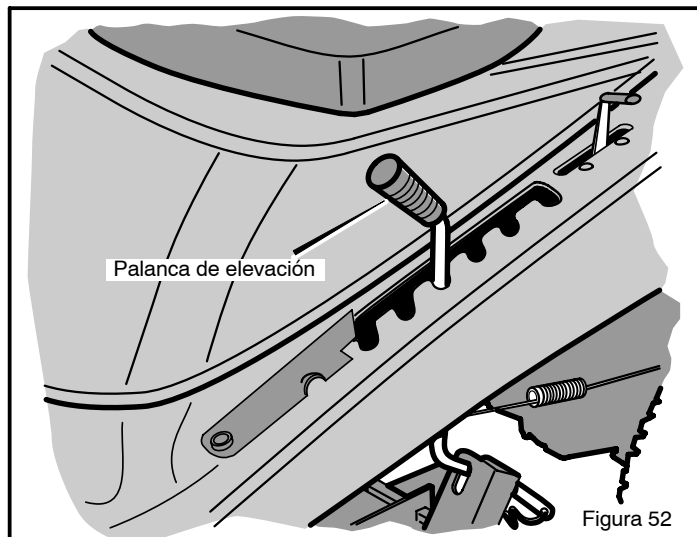

Figura 52
1. Mueva la **palanca de elevación** hacia abajo para bajar el cárter de la cortadora de césped y hacia arriba para levantar el cárter de la cortadora de césped (Figura 52).